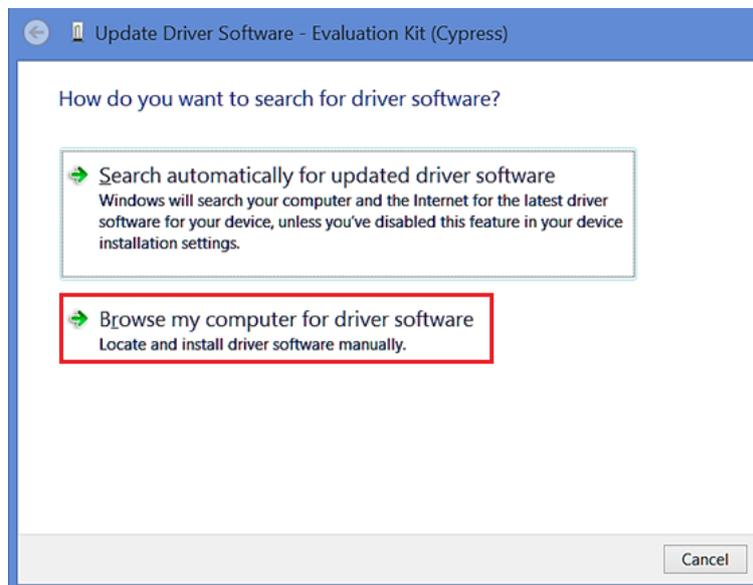

Figure 15. ドライバーの更新 - 1
4. 「Evaluation Kit (Cypress)」を右クリックし、「ドライバーの更新」を選択すると新しいウィンドウが開きます。「コンピューターを参照してドライバーを検索」を選択します (Figure 15)。